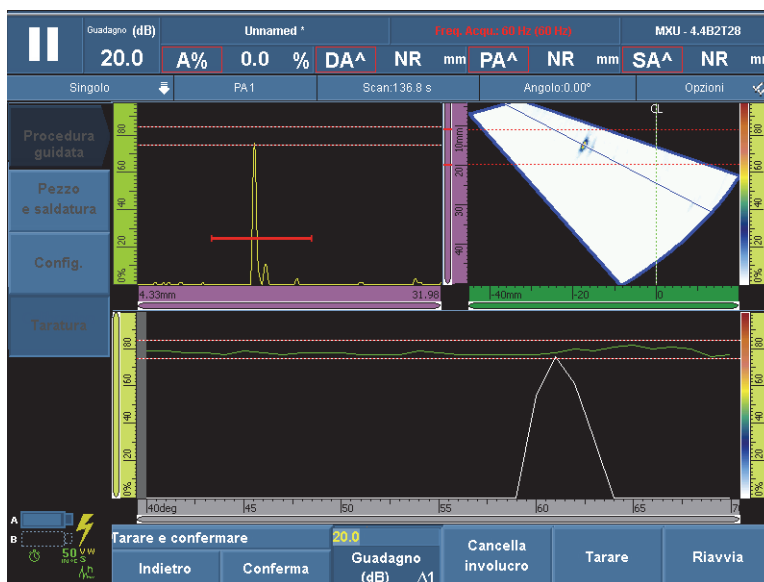

Figura 5-14 Creazione dell'involucro per la taratura della sensibilità
- a) Passare lentamente la sonda avanti ed indietro sul blocco di taratura, sopra il riflettore, per creare un segnale dell'involucro uniforme con valori tra 0% e 100% per gli angoli/VPA (vedere Figura 5-14 a pagina 153).